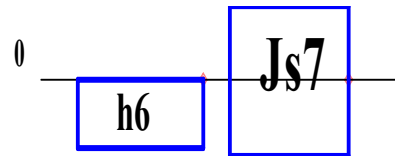

Рис. 1
7. На рис.1 показана схема полів допусків посадки: